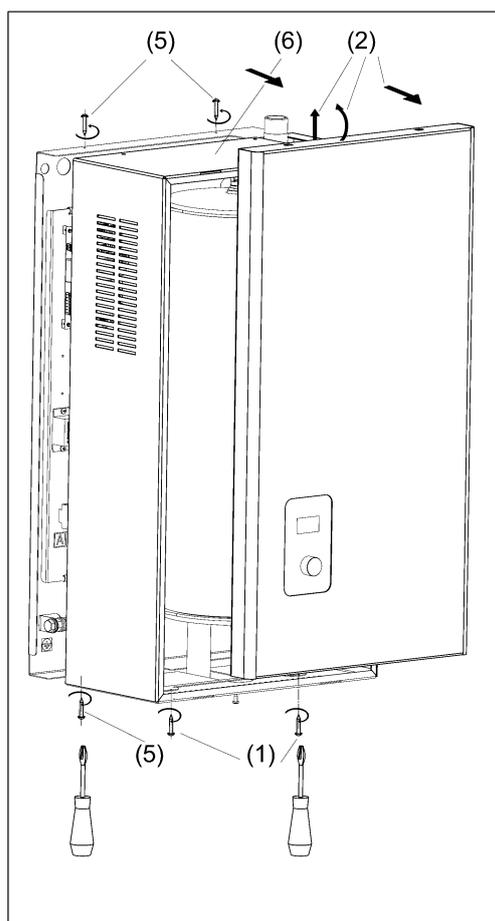

Рисунок 6. Снятие лицевой панели и кожуха
**(3)** Снимите кожух котла (см. рис.6).
(5) Выполните электрическое подключение котла к сети и электромонтаж других компонентов (контактор, насос, 3-ходовой клапан ГВС, датчики температуры и т.п) согласно требованиям раздела 6.
(6) Установите кожух котла.
(1) Выверните два самореза с нижнего торца панели (см. рис. 6).
(2) Выдвиньте лицевую панель на себя и слегка приподнимите.
(3) Отсоедините шнур коммутационный от блока управления (разъём подсоединён с тыльной стороны).
(4) Уберите панель в сторону в безопасное место
(5) Выверните четыре самореза с нижнего и верхнего торца кожуха (см. рис.6).
(6) Снимите кожух